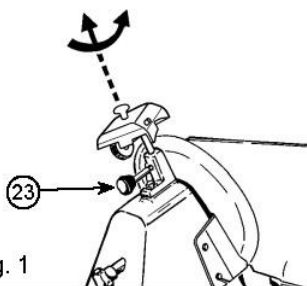
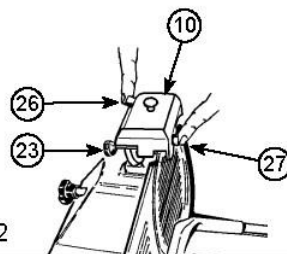
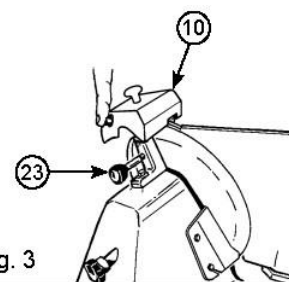

Fig. 1
Fig. 2
Fig. 3
• Haal de stekker eruit. • Controleer dat het beweegbaar schot is gesloten (draaiknop (6) in stand "0"). • Maak voorzichtig het gedeelte van de mes schoon wat geslepen wordt. • Steek de stekker er weer in. • Maak de messenslijper blokkade knop (23) los van de messenslijper (10). • Til de messenslijper (10) omhoog, draai het 180° zodat beide wielen in de werkstand komen te staan. Zie Fig. 1 • Laat de messenslijper (10) zakken totdat het vast klikt. • Zeker de messenslijper door de blokkade knop (23) aan te draaien. Zie Fig. 2 • Schakel het apparaat aan. • Druk op knop (26) en laat het mes draaien voor ongeveer 1 minuut. Als het blad stil staat, controleer of er bramen zijn gevormd aan de rand. • Als het bramen zijn gevonden, schakel (5) in en druk voorzichtig op knop (27) voor ongeveer 3 seconden om de bramen na het slijpen te verwijderen. Draai de draaiknop (6) weer terug naar de "0" stand. • Na het slijpen, plaats de messenslijper (10) weer in zijn originele positie, zie Fig. 3 en maak de rand van het mes en de wielen schoon met alcohol. • Na meerdere slijpprocedures, verwijder alle resten op de slijpwielen met alcohol en een borstel.